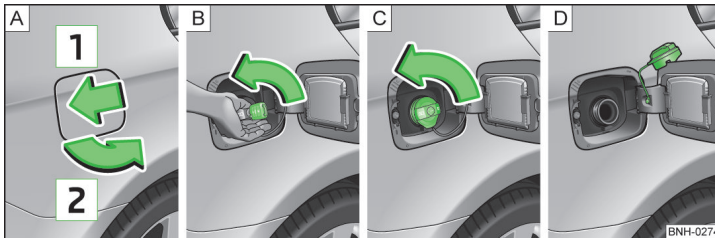

Abb. 120 Tankverschluss
Auf der Innenseite der Tankklappe sind die für Ihr Fahrzeug vorgeschriebenen Kraftstoffsorten angegeben » Abb. 120 auf Seite 135.
- Auf die Tankklappe in Pfeilrichtung **1** drücken » Abb. 120.
- Den Tankverschluss in Pfeilrichtung herausdrehen » Abb. 120 - C.
- Den Tankverschluss von oben auf die Tankklappe stecken » Abb. 120 - D.
- Den Tankverschluss auf den Kraftstoffeinfüllstutzen stecken und entgegen der Pfeilrichtung bis zum sicheren Einrasten drehen » Abb. 120 - C.